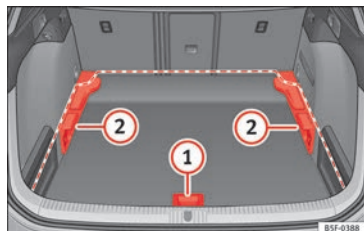
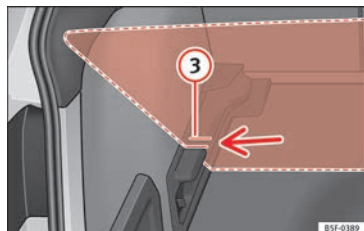

Fig. 185 Piso variable del maletero: posiciones.
Fig. 186 Piso variable del maletero: ranuras inclinadas.
- Levante el piso por el asidero » **fig. 185** ①, tire de él hacia atrás hasta que la parte
- Levante el piso por el asidero » **fig. 185** ①, tire de él hacia atrás hasta que la parte delantera del piso rebase totalmente los soportes ②.
- Haga coincidir esa parte delantera con las ranuras inferiores de dichos soportes y deslice el piso hacia adelante hasta que haga tope en el respaldo de los asientos posteriores bajando al mismo tiempo el piso con el asidero ①.
- Levante el piso variable por el asidero » **fig. 185** ① y tire de él hacia atrás hasta que la parte delantera del piso rebase las ranuras inclinadas » **fig. 186** ③.
- Haga pasar el piso por dichas ranuras ayudándose con el asidero ① hasta que haga tope en el respaldo de los asientos posteriores y se apoye el piso en las ranuras.